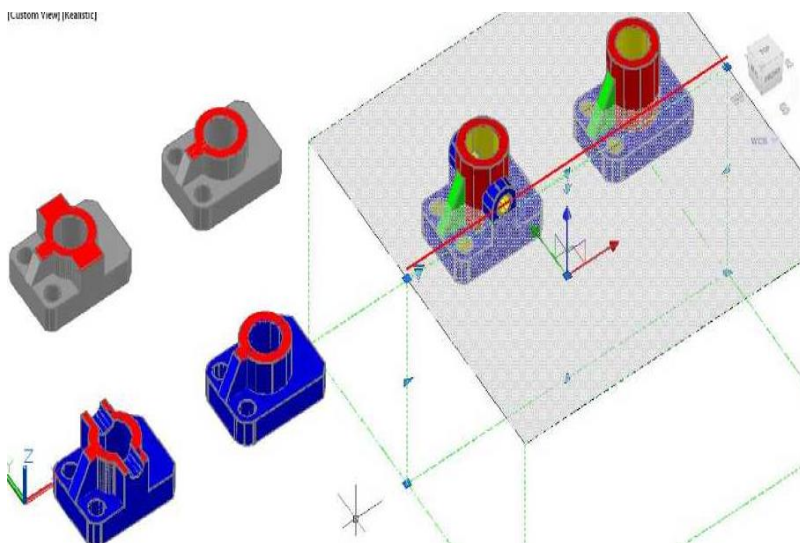

Рис. 54 – Создание 3D блока сечения функцией объем-сечение
12. **Создание 3D блока сечения функцией объем-сечение.** Скопировать модели № 5 и № 6 на поле чертежа аналогично пункту 10 вместе с построенной горизонтальной секущей плоскостью. Активизировать стрелку-меню левой клавишей «мыши» и задать сечение в виде 3D ящика. Ручками объема-сечения отрегулировать длину, ширину и высоту режущей области. Изменить настройки меню «живого сечения» **Live Section Settings**. Включить функцию создания 3D блока сечения, ответить на подсказки команды (рисунок 54).